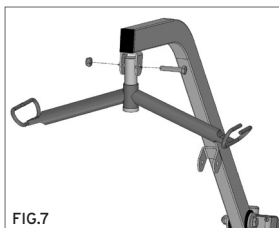

FIG.7
6. Posizionare il bilanciante nel corrispondente gancio, situato all'estremità del braccio di sollevamento. (Fig.7)